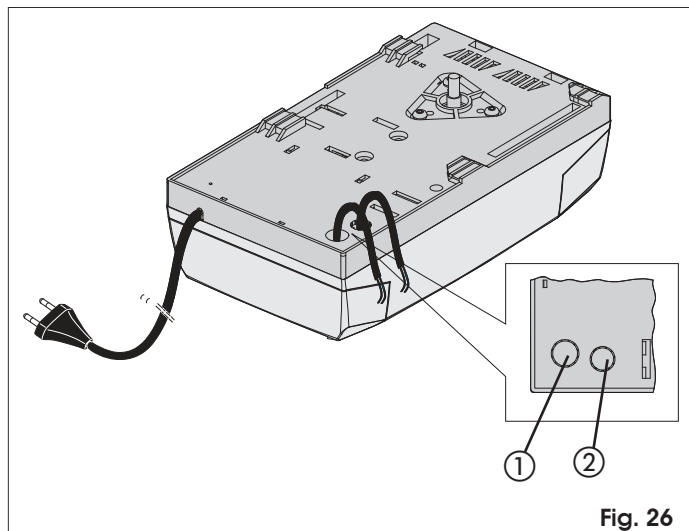

Fig. 26
- Für den Anschluss der externen Bedienelemente, der Sicherheitseinrichtungen und der Signalvorrichtungen sind die vorgearbeiteten Stellen zu durchbrechen (Abb. 26 Bez. ①).
- Für den Anschluss der Sicherheitsleiste (siehe Abschnitt 17.3) die vorgearbeitete Stelle durchbrechen (Abb. 26 Bez. ②).